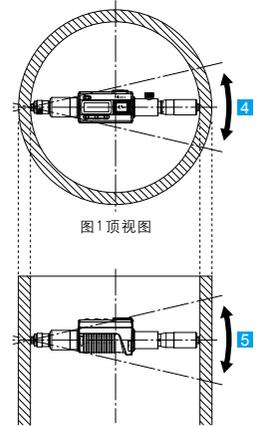

图1 顶视图
- 4 在垂直于轴的横截面内,沿图1中箭头方向移动它,以确定最高点(参阅图1)。
- 2 使用与基准点设置相同的方向和条件,在垂直于轴的横截面内左右移动本产品以确定最高点,同时相对于轴前后移动本产品以确定最低点。然后与工件接触并读取显示值(参见“4. 基准点设置”中“2) 基准点设置”的图1和图2)。